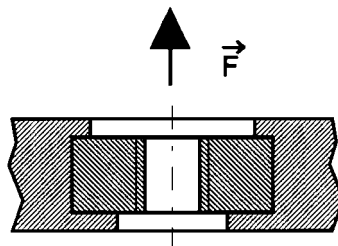

Figure 1
- Inserts - Les inserts doivent tenir à un effort d'arrachement F de 400 N sous une vitesse de 10 mm/minute (voir figure 1).